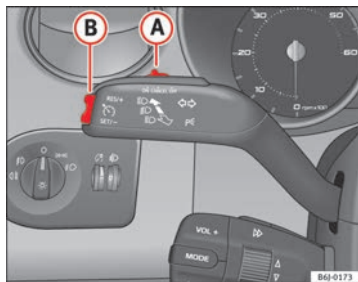

Fig. 113 Palanca de intermitentes y de luz de carretera: mando y tecla basculante para el regulador de velocidad
- Cuando se haya alcanzado la velocidad que se quiere programar, pulse brevemente la parte inferior de la tecla basculante **SET** ⇒ fig. 113 **(B)** una vez.